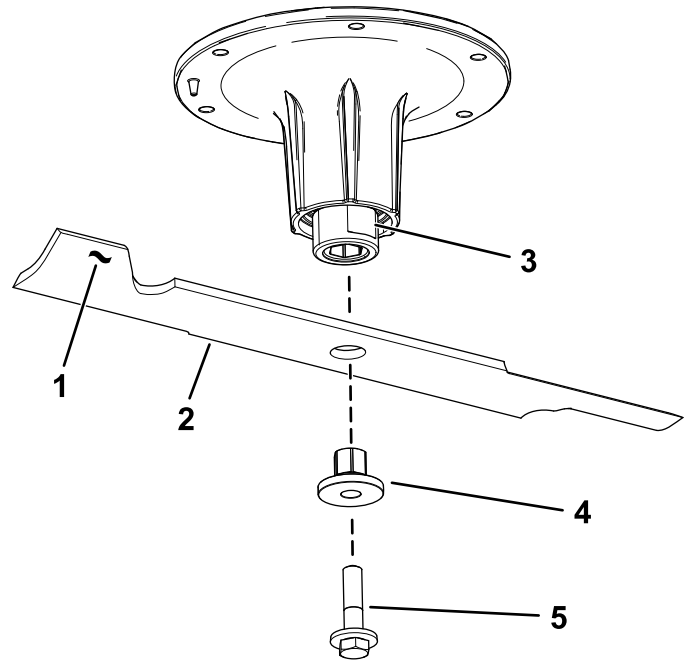

図 76
2. スピンドルのシャフトからブレードボルト、ブッシュ、ブレードを取り外す(図76)。